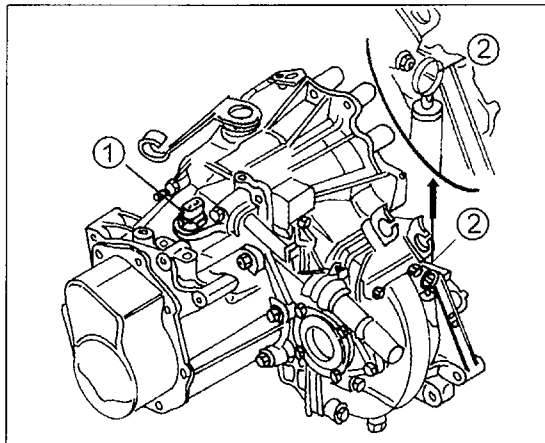

Bild 206
Zur Kontrolle des Ölstands ist an der in Bild 206 gezeigten Stelle ein Ölmessstab an Stelle (2) in das Differentialgehäuse eingesetzt. Kontrolle ist einfach: Messstab herausziehen und den Ölstand ablesen. Beim Ölwechsel folgendermaßen vorgehen:
für die Rückfahrluchte (1) in Bild 206 einfüllen (vorher den Kabelstecker abziehen). Das Getriebe füllen (Trichter verwenden), bis der Ölstand nicht weiter absinkt. Nachdem das Öl einige Zeit im Getriebe war, d. h. es hat sich verteilt, zur Kontrolle nochmals den Ölmessstab herausziehen und den Ölstand nachprüfen.